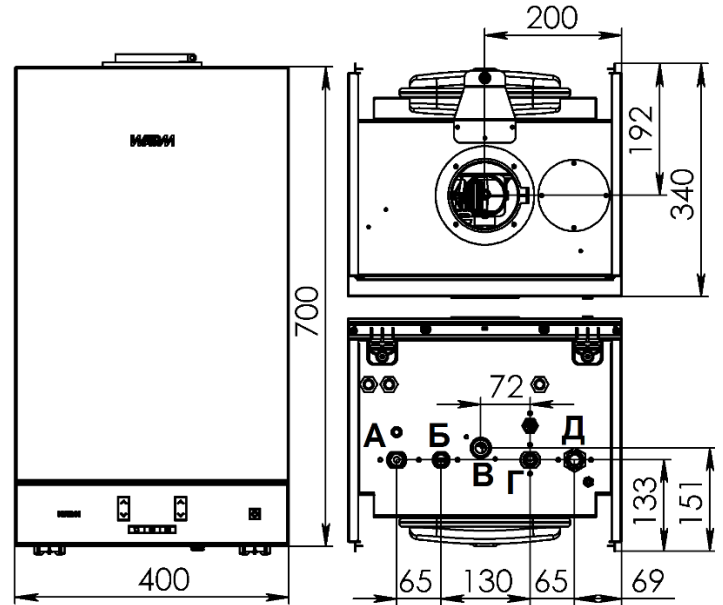

Рис. 12. Габаритные и присоединительные размеры.
14. Присоединить магистрали нагрева бойлера косвенного нагрева к выходам «Б» и «Г» (см. рис. 12).